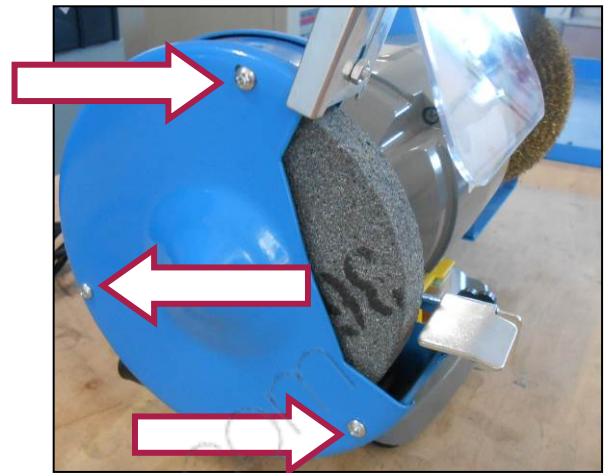

Figura 13 – Carter di protezione.
1. Svitare le tre viti di fissaggio, tenendo fermo il dado di blocco e togliere il carter di protezione (vedere le frecce in Figura 13). A tal proposito utilizzare un cacciavite e una chiave fissa.